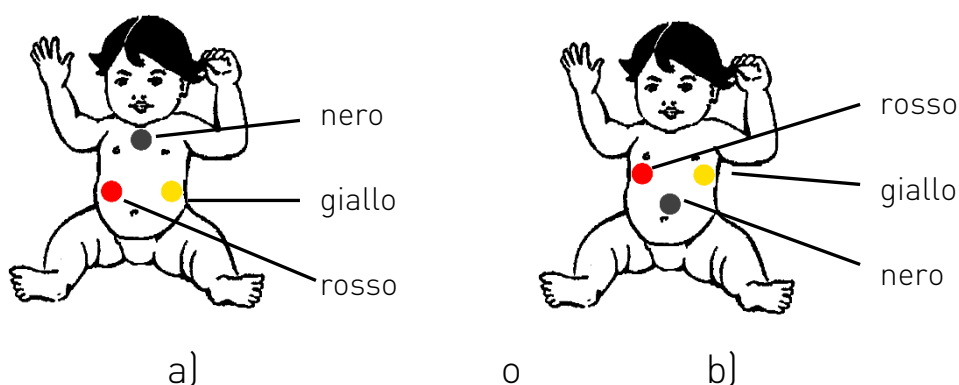
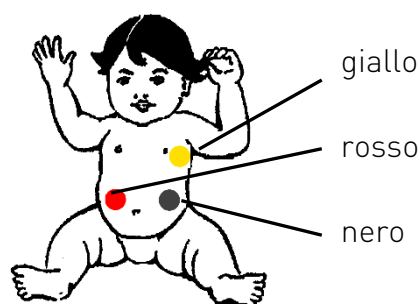

Fig. 34 Configurazioni consigliate dell'elettrodo
Fig. 35 Configurazione alternativa degli elettrodi
Iniziare con le configurazioni degli elettrodi illustrate in Fig. 34. Posizionare il lato gelificato dell'elettrodo sul sito prescelto e premerlo con cura più volte per un buon contatto. Primo arrangiamento:
- gli elettrodi sui neonati come illustrato nella Fig. 34 a) (questa configurazione di elettrodi si è spesso dimostrata efficace perché la parete addominale del bambino si muove generalmente in modo sincrono con la respirazione),
- gli elettrodi su tutti gli altri pazienti come illustrato in Fig. 34 b)
Se la configurazione dell'elettrodo illustrata nella Fig. 34 non produce un buon segnale, provare la configurazione alternativa dell'elettrodo illustrata nella Fig. 35.